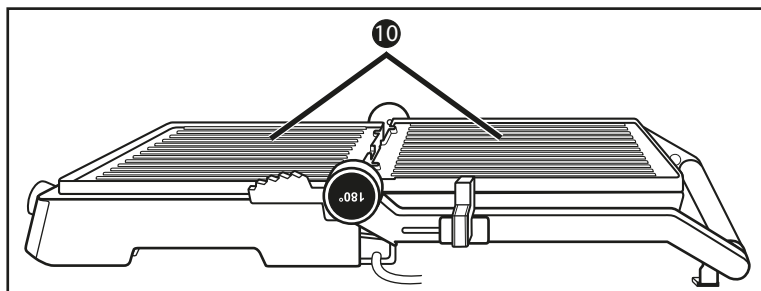

Fig. 2
- 3) Varmepladerne **10** ligger nu ved siden af hinanden og kan bruges som bordgrill (fig. 2).